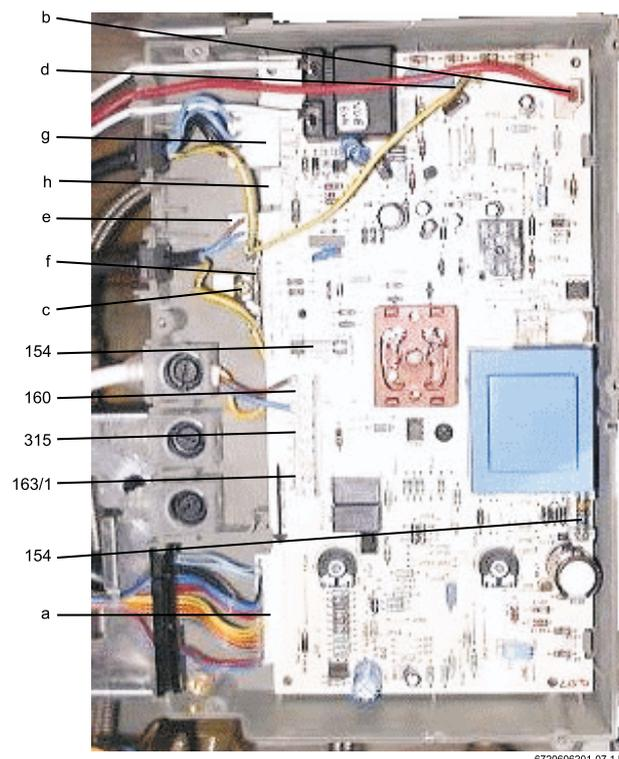

Figura 10
- ▶ Retirar el puente 1-4 (figura 10, pos. 163/1).
- ▶ Retirar el puente 1-8 (figura 10, pos. 315).